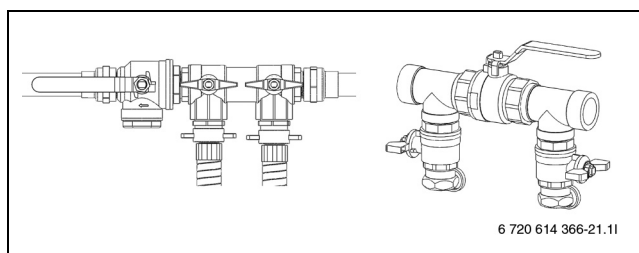

Bild 29 Påfyllningsstationer i normalläge
- ▶ Vrid ventilerna på påfyllningsstationen till normalläge (→ Bild 29) och stäng av pumpen på påfyllningsstationen.